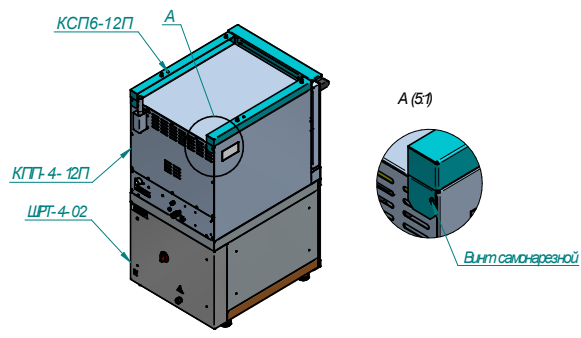

Рис.4
**Внимание:**(для фиксации КСП-12П или КСП-13П выкрутить 2 верхних винта из задней стенки КПП-4-12П см. Рис.4). В дальнейшем винты закрутить обратно.